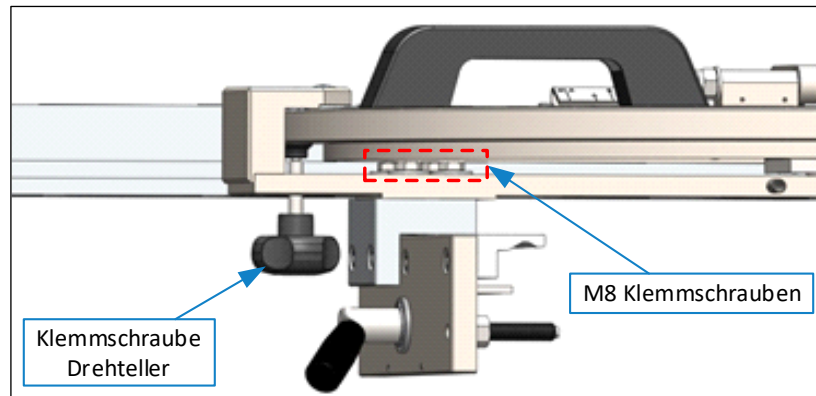

Abbildung 4: DSG-D justieren (1)
1. Den Anschlag auf ca. 45° schwenken und die vier M8 Klemmschrauben lösen (⇒ Abbildung 4).